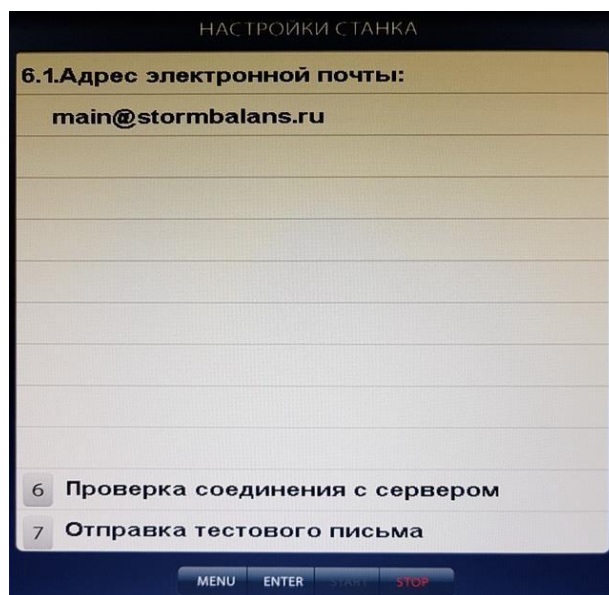

рис. 19.3
19.4. Настройка электронной почты (рис.19.3).